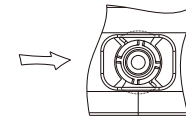

Fig.2
1. Gire la salida 90° en el sentido de las agujas del reloj hasta la posición mostrada en la Fig. 2;